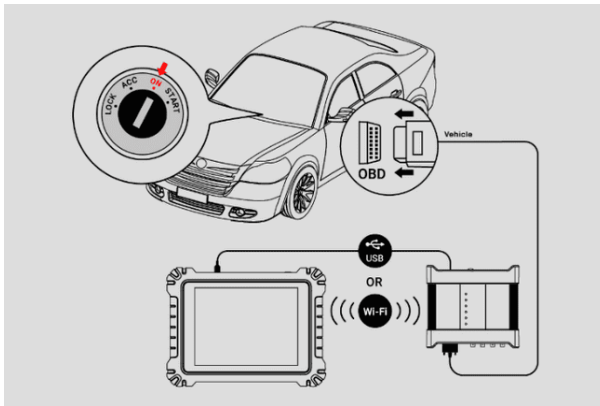

図7 -107 接続図
1. 図7 -107の接続図を参照してください。接続を完了します。イグニッションをキーオンの位置に置きます。